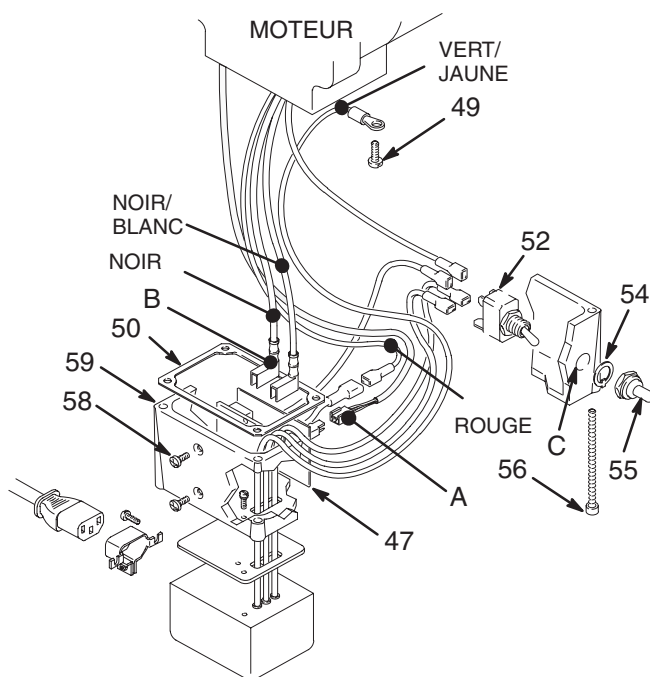

Fig. 23
3. Retirer les vis (56) et abaisser le boîtier de raccordement (59). Débrancher les fils du moteur et le fil de contrôle de pression (A) de la carte de démarrage du moteur. Voir Fig. 23, page 24.
4. Déposer le capot frontal (13).
REMARQUE: Voir Fig. 23 pour cette procédure.